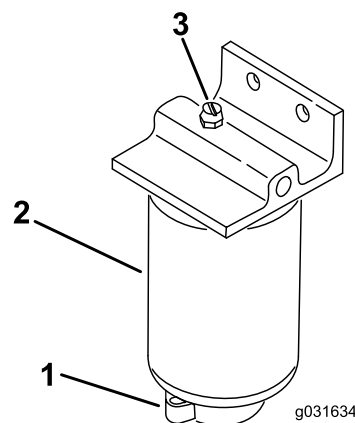

Figura 52
2. Afloje la válvula de vaciado en la parte inferior del filtro (Figura 52).
1. Limpie la zona de montaje del filtro (Figura 52).